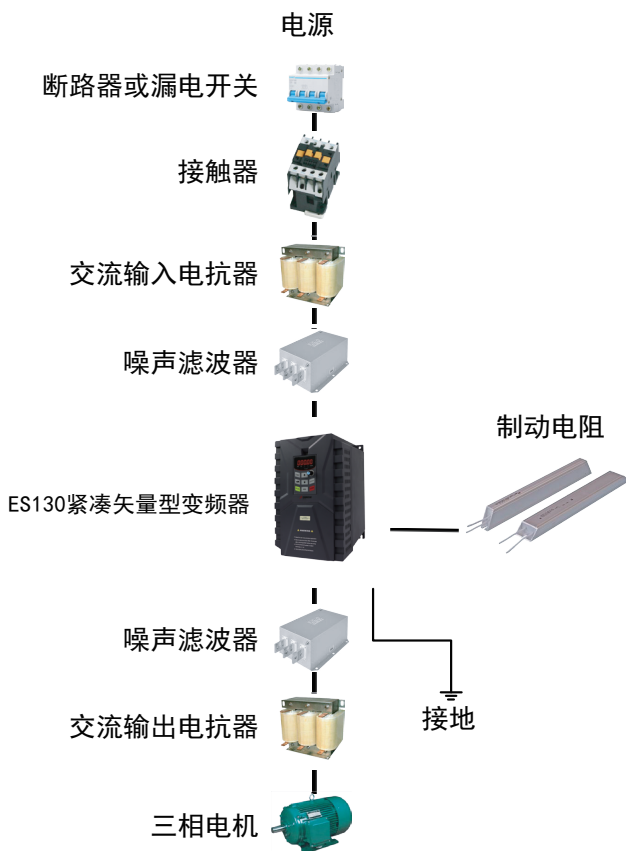

图 3-8 ES130(B) 系列变频器与外围设备的接线图
ES130(B) 系列变频器与外围设备的连接图如下图 3-8 所示;